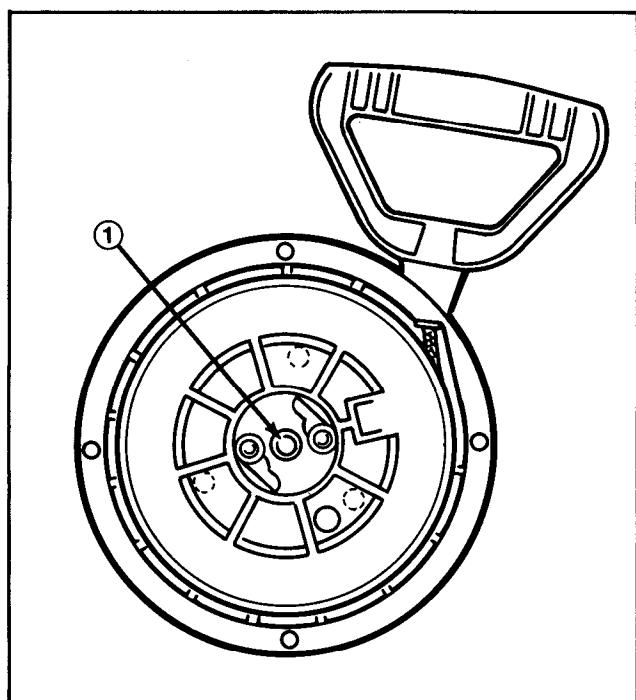

Figure 3
- b. En vous servant de l'orifice central de l'ensemble poulie comme guide (figure 3), percez un trou de 1/4 po. de diamètre à travers le carter.